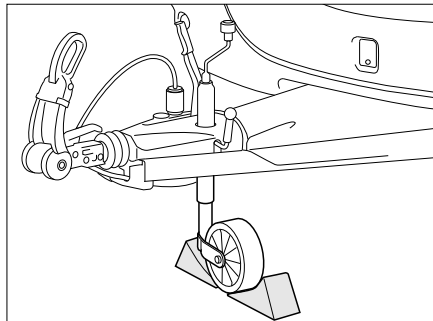

Bild 161 Stützrad sichern
- Das Stützrad quer zur Fahrtrichtung stellen und mit geeigneten Hilfsmitteln sichern (Bild 161).